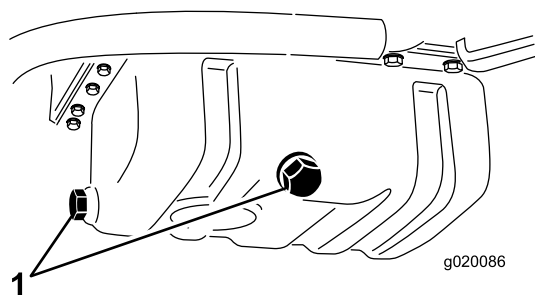

Figura 56
2. Retire cualquier de los tapones de vaciado (Figura 56) y deje fluir el aceite a un recipiente